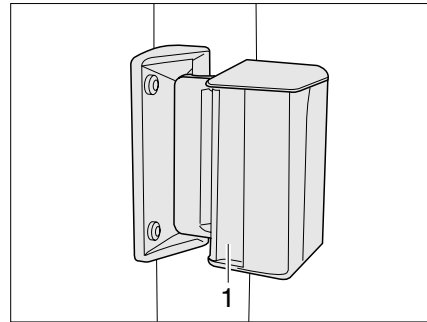

Bild 9 Schiebefenster
- ▶ Griff (Bild 9,1) drücken und gleichzeitig nach vorn oder hinten schieben oder ziehen.